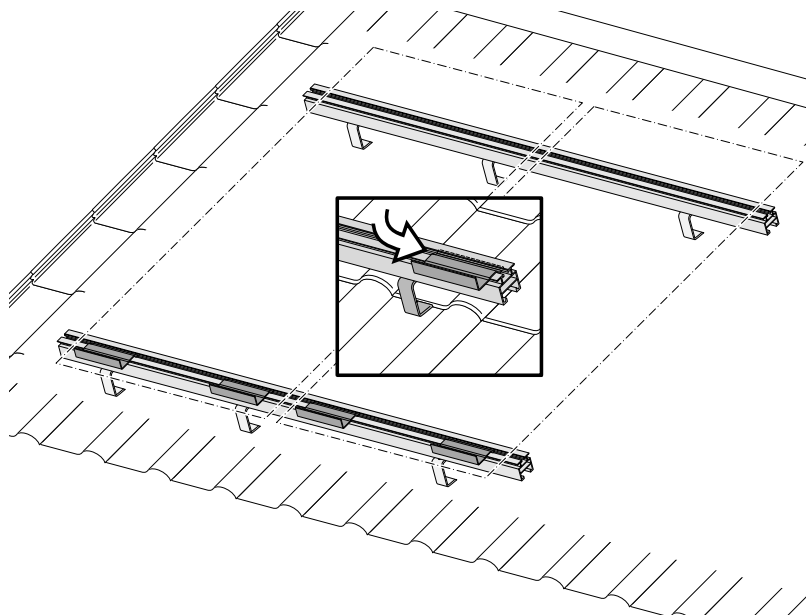

Bild 15
- Modulhalter wie im Bild 15 dargestellt einhängen.